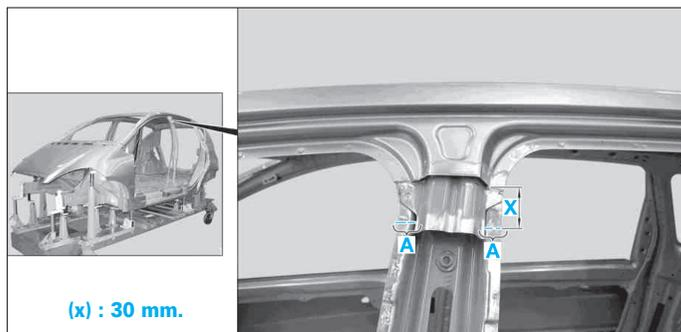

FIG. 65
- Tracer la ligne de coupe (A) (Fig.65).